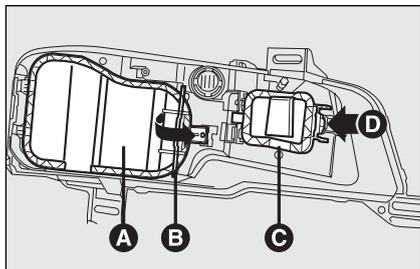

fig. 27
- enlever le couvercle de protection **A** e **C-fig. 27** en décrochant les dispositifs de retenue correspondants **B** et **D**;